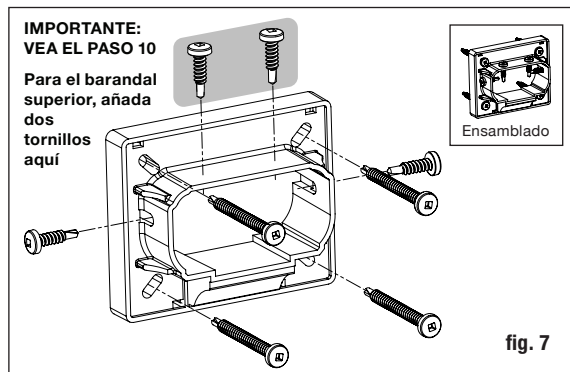

fig. 7
Paso 10 Coloque las cubiertas de soportes del barandal lineal y los soportes lineales en los extremos del barandal superior. Posicione el barandal superior colocando los balaustres dentro de los orificios taladrados mientras trabaja de un extremo a otro. Revise el nivel del barandal. Usando el soporte lineal como guía, marque las posiciones de los tornillos en la cobertura del poste y en el barandal en ambos extremos. Pretaladre agujeros guía de .32 cm (1/8 pulg.) a través de la cobertura de poste y del barandal. Sujete el soporte lineal a la cobertura del poste usando cuatro tornillos cuadrados de cabeza cilíndrica #8 - 15 x 2" - #2 y luego sujete el soporte lineal al barandal usando cuatro tornillos cuadrados autorroscantes de cabeza cilíndrica #10-16 x 3/4" - #2. **Importante: Solamente para el barandal superior, pretaladre y coloque dos tornillos adicionales a través de la parte superior del soporte, y dentro del barandal superior (fig. 7).**
Paso 3 Posiciones, alinee verticalmente con un nivel, y sujete con abrazaderas el poste de barandal de escalera a la cara interior del travesaño. Vuelva a alinear verticalmente. El poste de barandal de 10.2 x 10.2 cm (4x4 pulg.) debe sujetarse con pernos al interior del travesaño usando dos pernos de carrocería galvanizados de 1.27 x 15.24 cm (1/2 x 6 pulg.). Los postes en esquinas requieren un tercer perno de carrocería insertado a través de la viga adyacente (fig. 7). Los postes a nivel de piso deben fijarse en concreto.
Paso 9 Coloque las cubiertas de soportes del barandal de escalera y los soportes de escalera en los extremos del barandal superior. Posicione el barandal superior colocando los balaustres dentro de los orificios taladrados mientras trabaja de un extremo a otro. Centre el soporte de la escalera en el poste. Usando el soporte de escalera como guía, marque las posiciones de los tornillos en la cobertura del poste y en el barandal en ambos extremos. Pretaladre agujeros guía de .32 cm (1/8 pulg.) a través de la cobertura de poste y del barandal. Sujete el soporte de escalera a la cobertura del poste usando cuatro tornillos cuadrados de cabeza plana #8 - 15 x 2" - #2 y luego sujete el soporte de escalera al barandal usando cuatro tornillos cuadrados autorroscantes de cabeza oblea #8-16 x 3/4" - #1. **Importante: Solamente para el barandal superior, pretaladre y coloque dos tornillos adicionales a través de la parte superior del soporte, y dentro del barandal superior (fig. 7).**